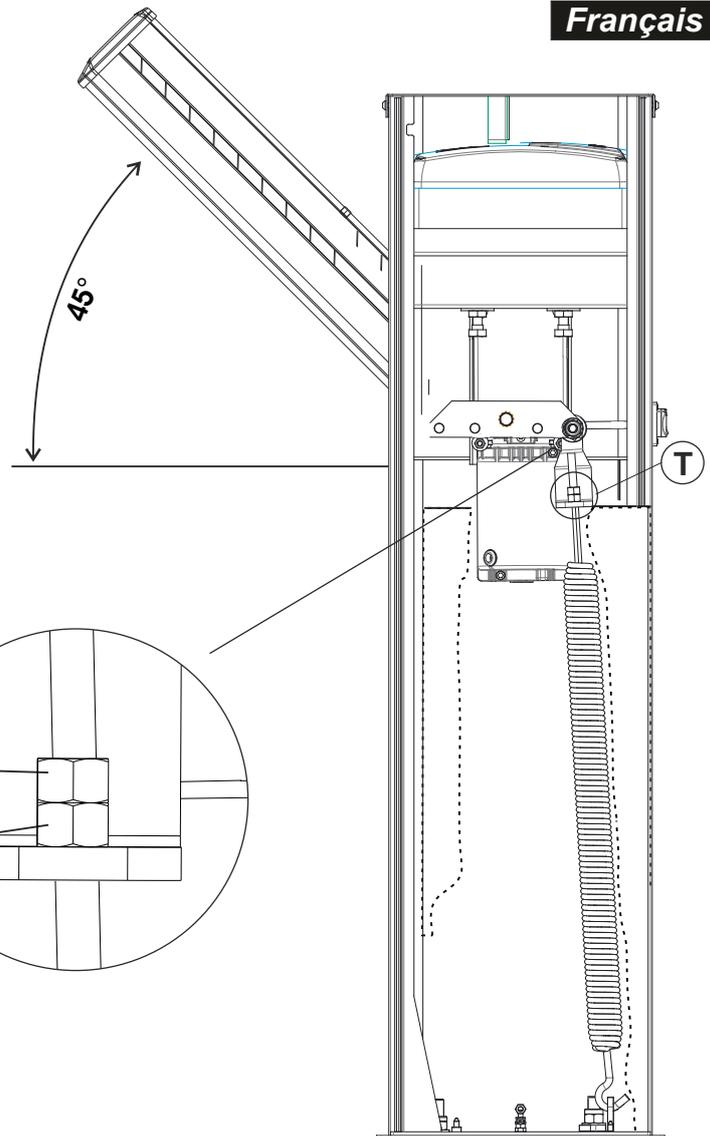

Fig. 10
- Déverrouiller la lisse avec le déverrouillage manuel, de façon qu'elle est libre de s'ouvrir et de se fermer manuellement (Fig.10).
- Dévisser ou visser l'écrou de tension du ressort jusqu'à atteindre le point d'équilibrage à 45° (Fig. 10). La condition optimale d'un parfait équilibrage c'est obtenu quand la lisse reste dans la position indiquée dans Fig.10.